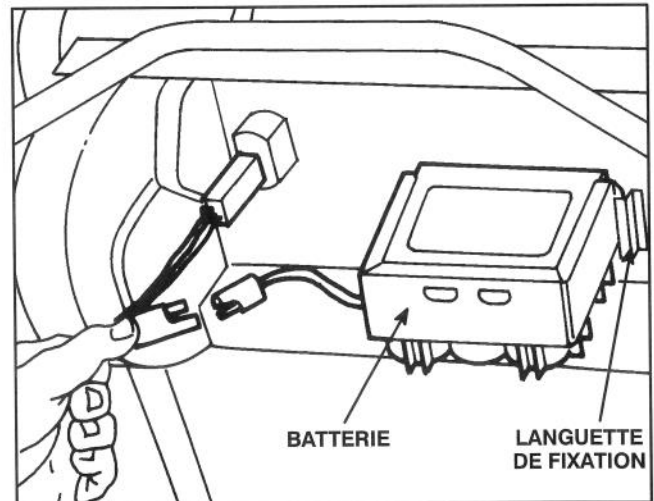

Figure 3
1. POUR CHARGER LA BATTERIE—reportez-vous à la section sur le changement de la batterie, page 17. Faites glisser la batterie, le côté du décalque faisant face vers le haut, entre les fentes à l'arrière du tableau de commande et raccordez les câbles (Fig. 3). Insérez la clé dans le commutateur lorsque vous êtes prêt à mettre le moteur en marche.